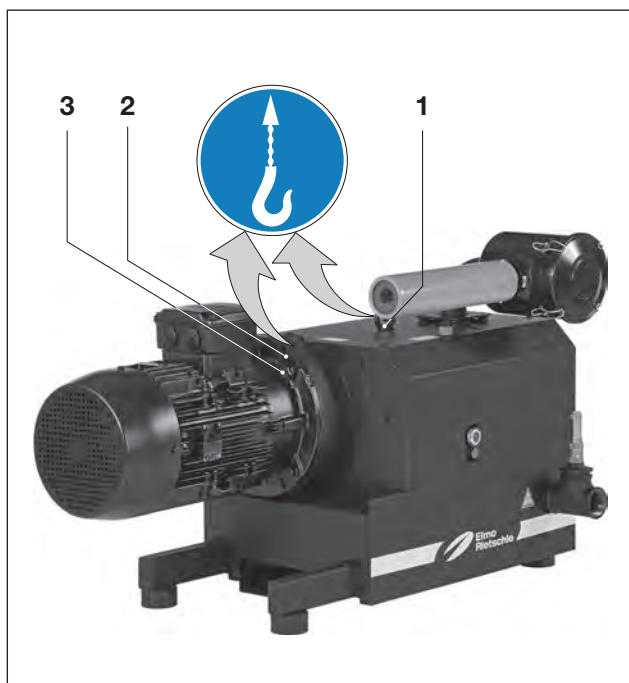

Fig. 1 Levage et transport
- Serrer l'anneau de levage (fig. 1/1) et la vis de fixation (fig. 1/3) sur l'attache de transport (fig. 1/2).